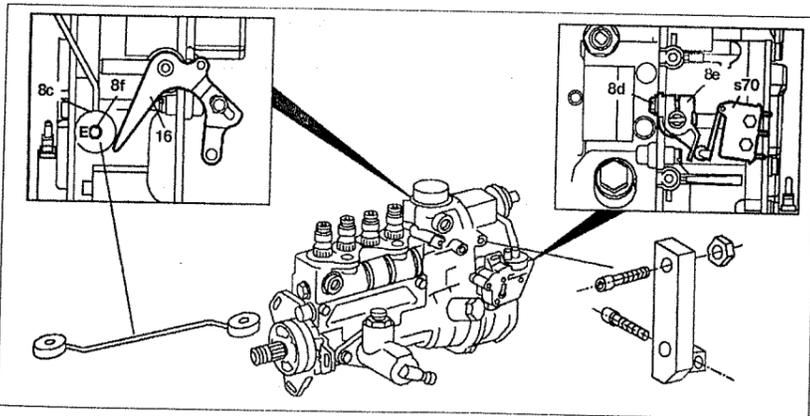
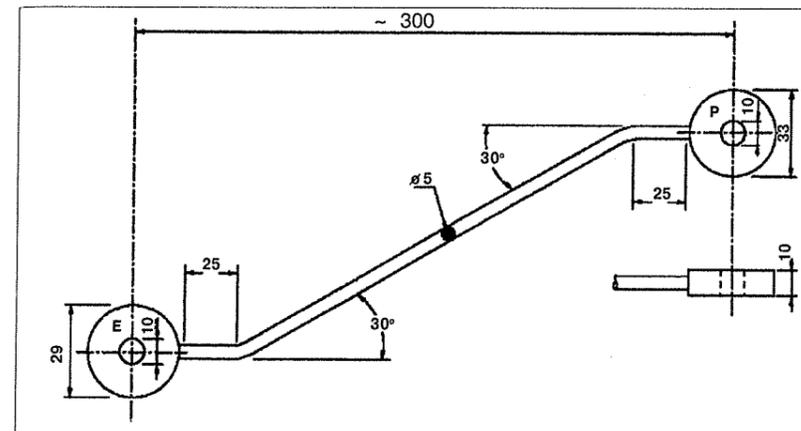

Рис. 4.67. Регулировка микровыключателя.
Рис. 4.68. Регулировочная прокладка микровыключателя ТНВД.
3. Установите регулировочную прокладку 8с в положение Е (установка) на болте 8f ТНВД (см.рис. 4.67). Болт 8f расположен в задней части ТНВД. Регулировочная прокладка (при которой микровыключатель выключается в положении 10° перед полной нагрузкой) показан на рис. 4.68.